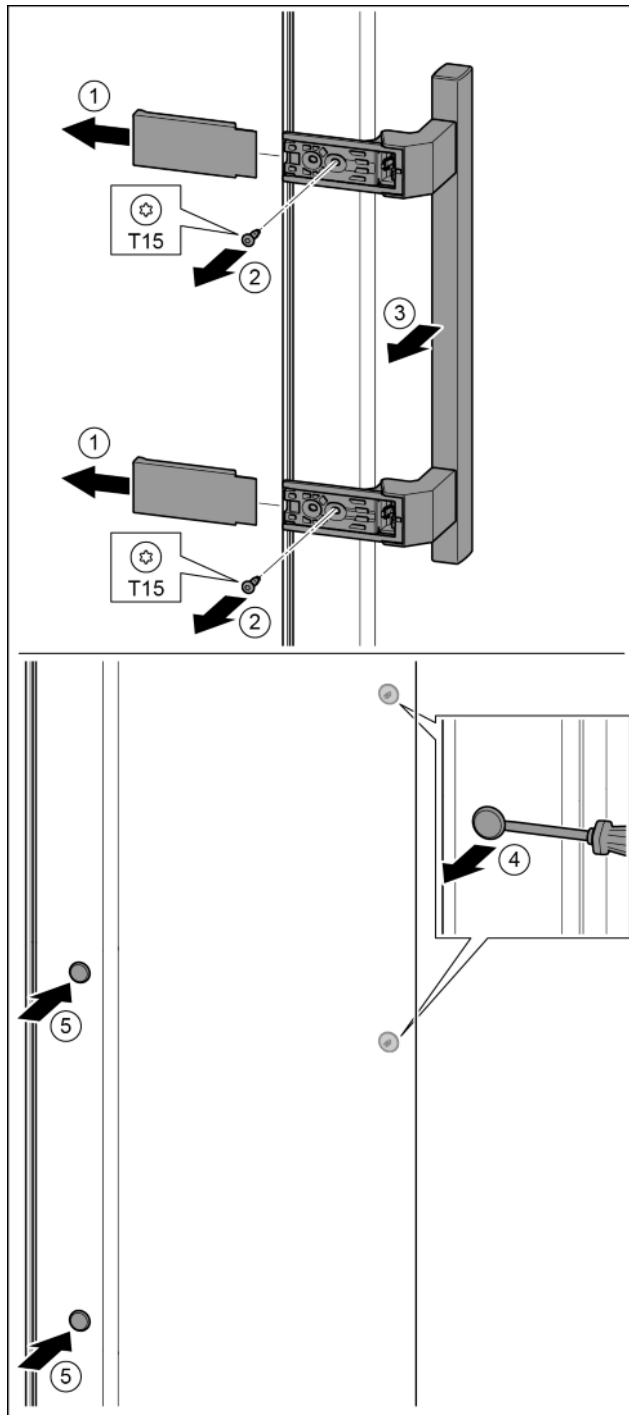

Fig. 32
- ▶ Зніміть кришку. *Fig. 32 (1)*
- ▶ Викрутіть гвинти за допомогою викрутки T15. *Fig. 32 (2)*
- ▶ Зніміть ручку. *Fig. 32 (3)*
- ▶ За допомогою шліцевої викрутки обережно підійміть бокову пробку та витягніть її. *Fig. 32 (4)*
- ▶ Знову вставте пробку з іншого боку. *Fig. 32 (5)*